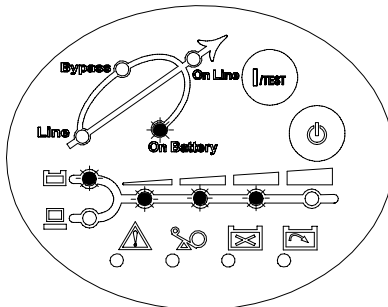

图 4-4 电池模式
- **电池模式：**当 UPS 在“电池模式”时，电池模式指示灯 LED 亮，蜂鸣器每隔 2 秒响一声，然后 UPS 将通过电池向负载供电。见图 4-4。